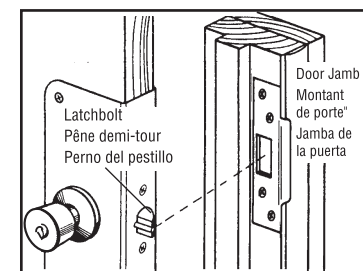

Fig. 6A
Step 6A: Security Latch Strike - To install the latch strike, align with the latchbolt on the door jamb. Mark the area around the strike with a pencil, cut along lines (to prevent splintering) with an X-acto knife, then remove material using a wood chisel or router, so that the strike is flush with jamb. Drill four 1/8 in. pilot holes for 2 each no. 8 x 1 in. and no. 8 x 3 in. screws. Install the 3 in. screws in holes nearest to inside of jamb (**Fig. 6A**).
Étape 6A: Gâche de sûreté - Pour installer la gâche, alignez-la avec le pêne demi-tour sur le montant de la porte. Dessinez le contour de la gâche à l'aide d'un crayon, découpez le contour à l'aide d'un couteau de précision en suivant le tracé (afin de prévenir les fissures), puis éliminez les ébarbures à l'aide d'un ciseau à bois ou d'une toupie de façon à niveler la gâche avec le montant. À l'aide d'un foret de 1/8 po, percez quatre avant-trous pour les vis n° 8 de 1 po et les vis n° 8 de 3 po. Insérez les vis de 3 po dans les trous les plus près de l'intérieur du montant (**Fig. 6A**).
Paso 6A: Cerrojo para pestillo de seguridad: Para instalar el cerrojo para pestillo, alinéelo con el perno del pestillo en la jamba de la puerta. Marque el área alrededor del cerrojo con un lápiz, corte a lo largo de las líneas (para evitar que se astille) con un cuchillo X-acto y luego retire el material con un cincel para madera o rebajadora para que el cerrojo quede al ras con la jamba. Taladre cuatro orificios guía de 0,32 cm 1/8" para 2 tornillos No. 8 x 1" y 2 tornillos No. 8 x 3". Instale los tornillos de 3" en los orificios más cercanos al interior de la jamba (**Fig. 6A**).